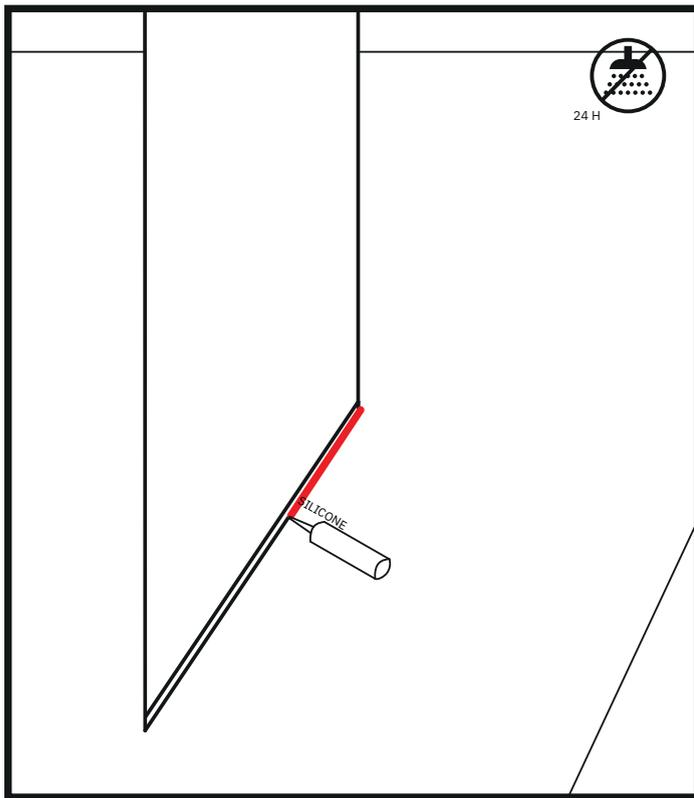
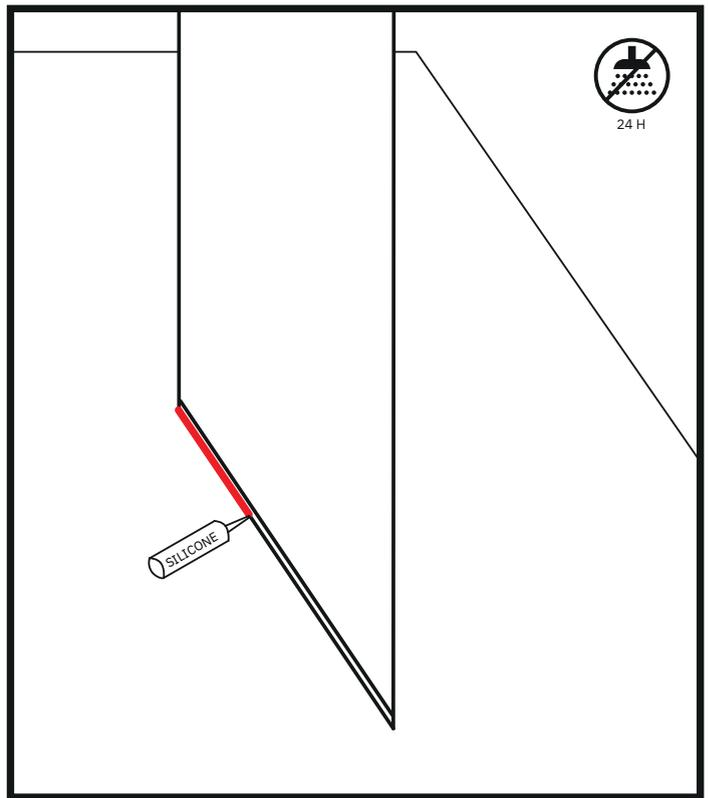

Abbildung 8
Abbildung 9
24. Tragen Sie einen gleichmäßigen Silikonstreifen auf die Innen- (Abb. 8) und Außenkanten (Abb. 9) der U-Leiste der Duschkabine auf.